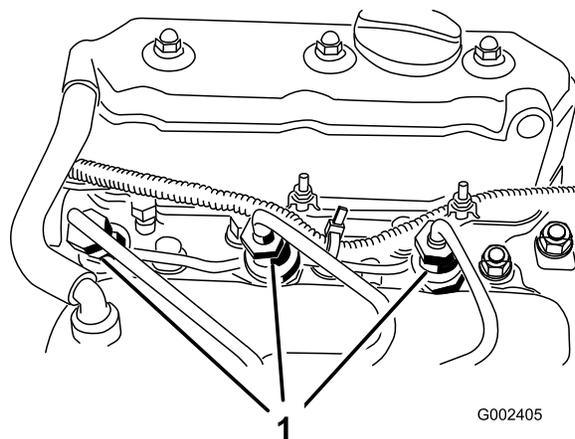

Figure 51
2. Desserrez le raccord entre l'injecteur N° 1 et le porte-injecteurs (Figure 51).